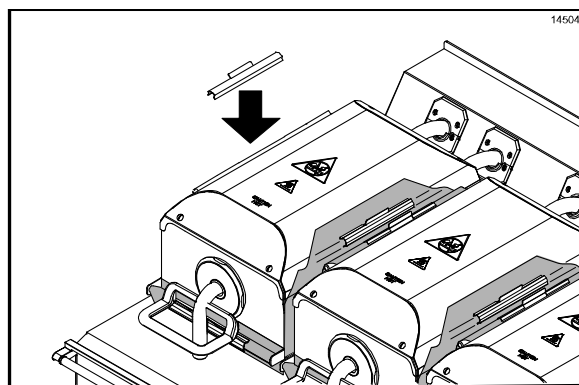

图 11
4. 小心地将不粘膜的侧面卷绕到盖轨上并用固定夹片将不粘膜固定住。（请见图 11）